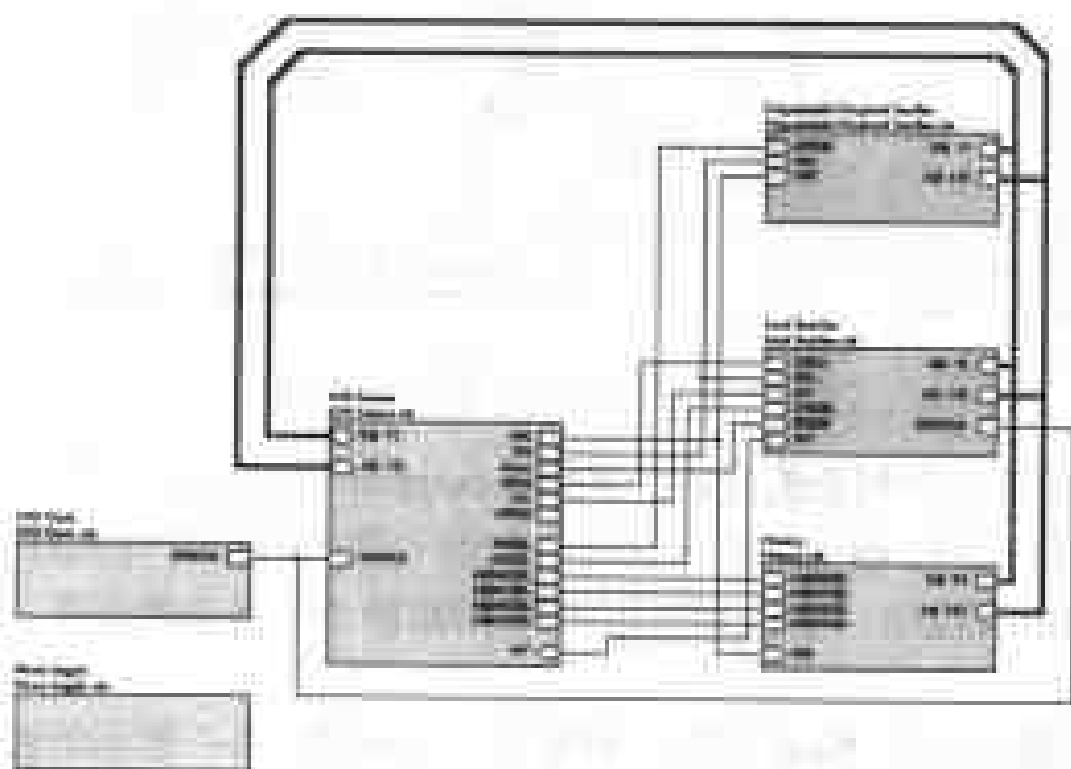
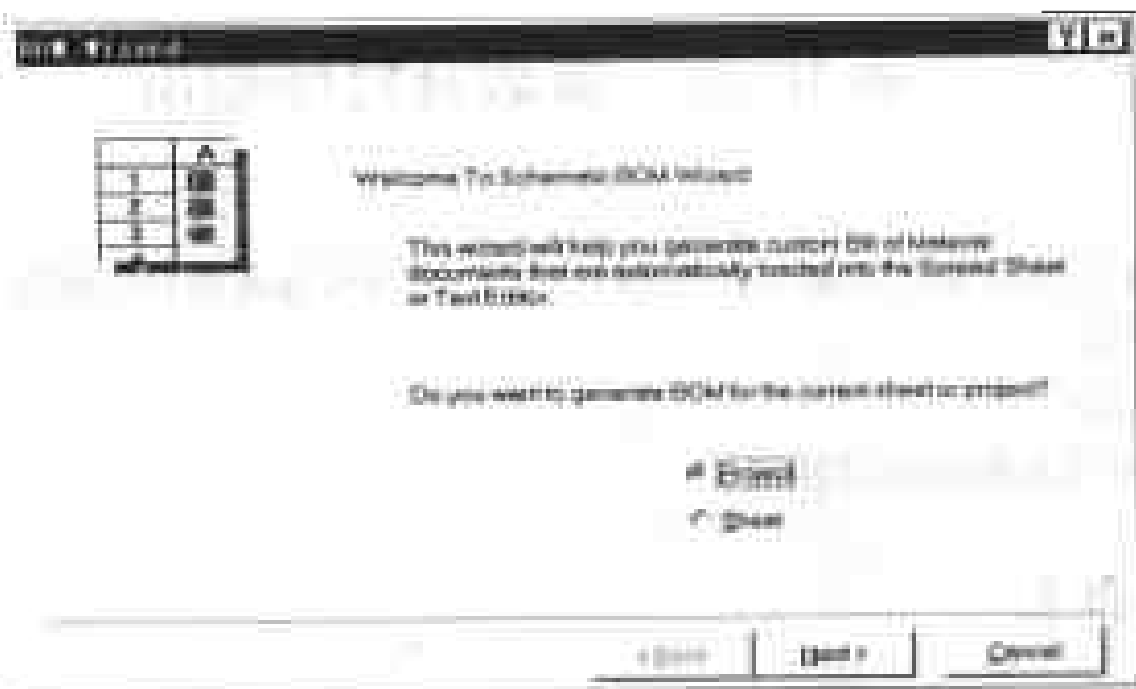

图 10-1 Z80 Processor.prj 图
图 10-2 设置元件列表范围对话框
(1) 打开原理图文件，如图 10-1 所示，执行菜单命令 Reports/Bill of Material，系统将启动元件列表向导，屏幕上出现如图 10-2 所示的确定元件列表范围对话框。